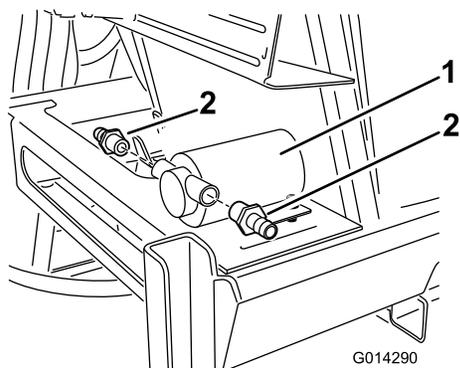

Figura 20
3. Individuate nelle parti sciolte i connettori diritti scanalati per flessibili. Montate un connettore sui fori di ingresso e di uscita della pompa (Figura 20).